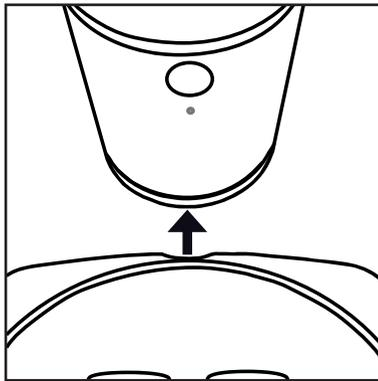

Fig. 1
- 3) Posicione o molde para máscara 15 à frente do aparelho, de forma que o entalhe na margem sob o aparelho sobressaia e encaixe na concavidade sob o aparelho (ver Fig. 1):